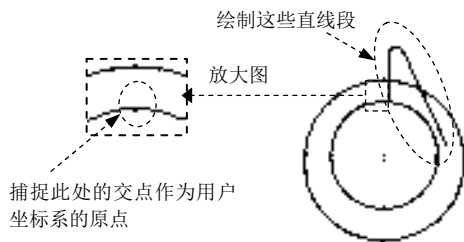
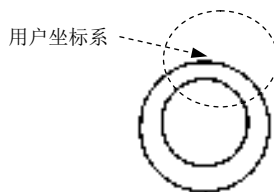

图 17.2.8 绘制直线段
图 17.2.9 用户坐标系的位置
(2) 选择下拉菜单 **绘图(U)** → **圆(C)** → **圆心、直径(D)** 命令，捕捉第二条水平中心线和第一条垂直中心线的“交点”并单击，输入直径值 90 后按 Enter 键。
Step5. 绘制图 17.2.8 所示的直线段。
(1) 定义用户坐标系 (UCS)。在命令行中输入命令 UCS 后按 Enter 键，输入字母 N 后按 Enter 键，捕捉图 17.2.8 所示的交点并单击，此时用户坐标系便移至指定位置，如图 17.2.9 所示。
(2) 绘制三条直线段。首先确认动态输入按钮  处于关闭状态，然后选择下拉菜单 **绘图(U)** → **直线(L)** 命令，输入坐标值 (3.3,-0.5) 后按 Enter 键，输入坐标值 (@0,30) 后按 Enter 键，输入坐标值 (@6.5,0) 后按 Enter 键，输入坐标值 (@60<-65) 后按两次 Enter 键。